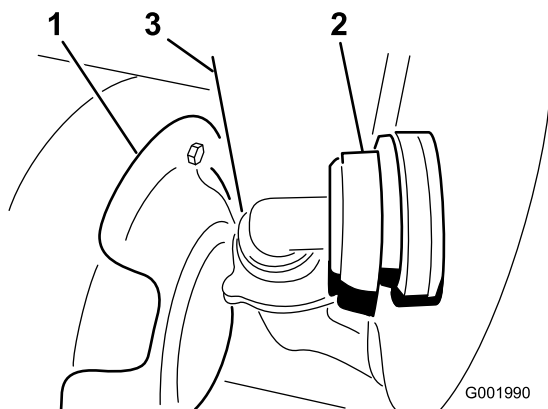

Figura 58
3. Scollegate il flessibile situato sulla parte anteriore del serbatoio, in basso (Figura 58).
**Nota:** All'occorrenza, mentre rimuovete il carter spingete indietro lo schermo termico (Figura 58).
7. Collegate il flessibile alla parte anteriore del serbatoio (Figura 58).